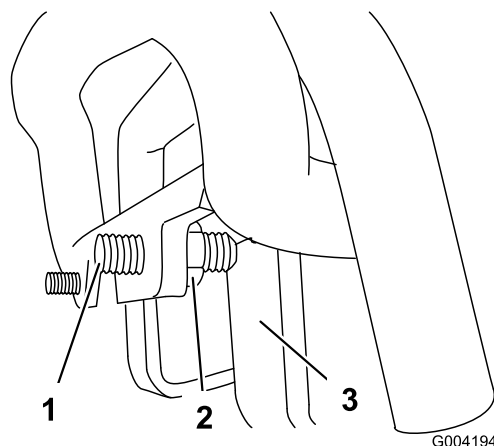

Figura 64
3. Si la unidad de tracción se desvía a la **izquierda**, afloje la contratuerca de la **derecha** y ajuste el tornillo de fijación de desplazamiento en la parte delantera del control de tracción (Figura 64).
4. Si la unidad de tracción se desvía a la **derecha**, afloje la contratuerca de la **izquierda** y ajuste el tornillo de fijación de desplazamiento en la parte delantera del control de tracción (Figura 64).